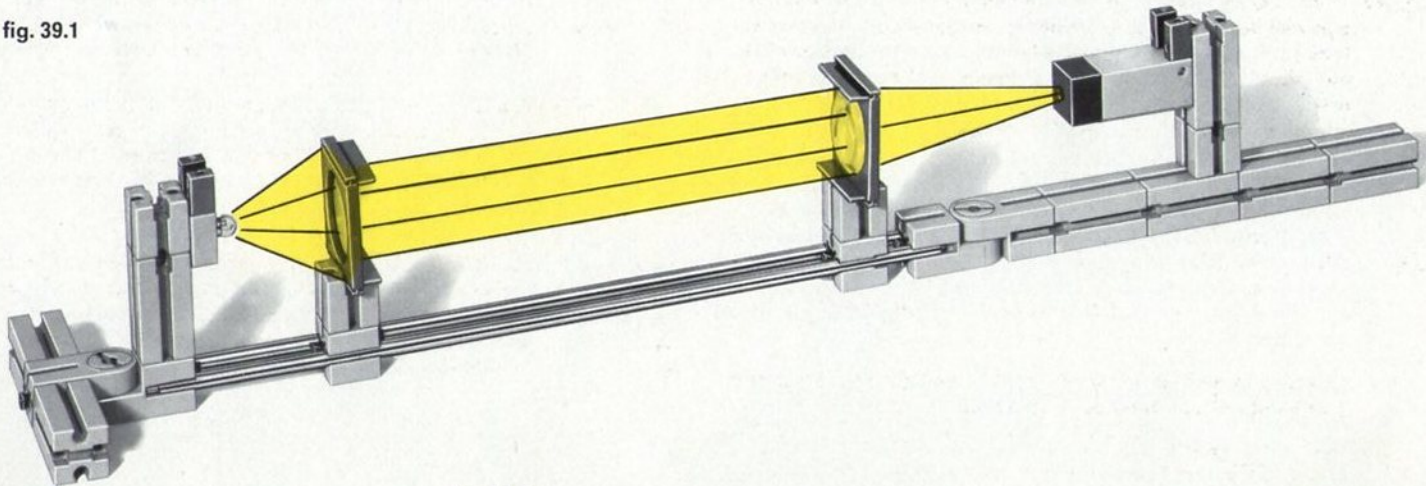

fig. 39.2
**Lenzen voor de fotoweerstand** In fig. 39.2 zien we hoe het licht van de lamp door lens 1 tot een bundel evenwijdige lichtstralen wordt gemaakt. Lens 2 buigt alle lichtstralen weer terug in het brandpunt waar de gevoelige laag van de cel staat. Welk voordeel is in deze opstelling gelegen?